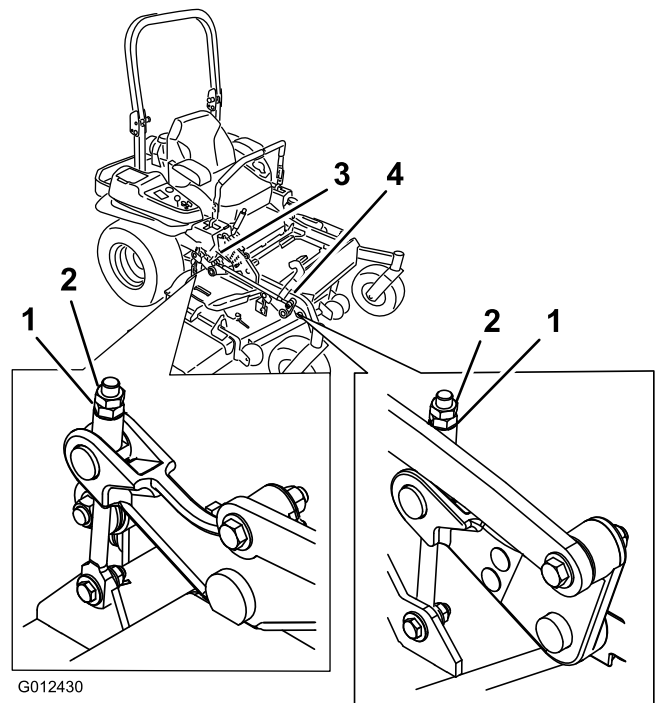

Figura 89
10. Gire la tuerca de ajuste del conjunto de elevación de la carcasa delantera para modificar la altura (Figura 89).
16. Gire el tornillo de ajuste hasta obtener una altura de 8.3 cm (3-1/4 pulg) (Figura 89).